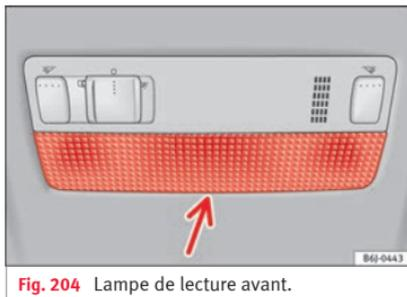

Fig. 204 Lampe de lecture avant.
- Introduisez la partie plate d'un tournevis fin entre la carcasse et le verre »» fig. 204.